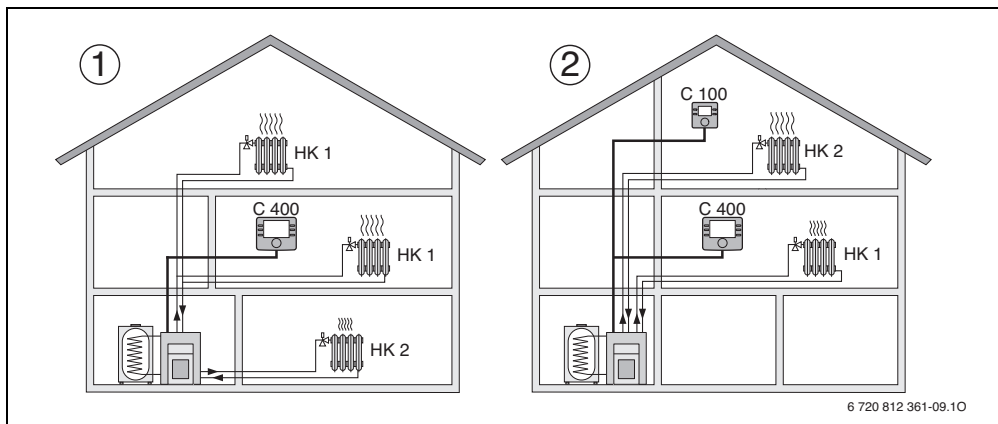

Fig. 1 Eksempler på varmeanlæg med en varmekreds eller med to varmekredse
- Lejlighed i kombination med et værksted (→ fig. 1, [1])
- Hus med separat bolig med CW 400/CW 800 som regulator og CR 100 som fjernbetjening (installation af CR 400 i husets referencerum, CR 100 i den separate boligs referencerum, → fig. 1, [2])